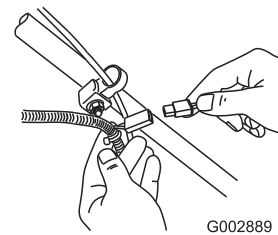

Figure 23
1. Branchez le chargeur au faisceau de câblage de la tondeuse situé sous la clé de contact (Figure 23).